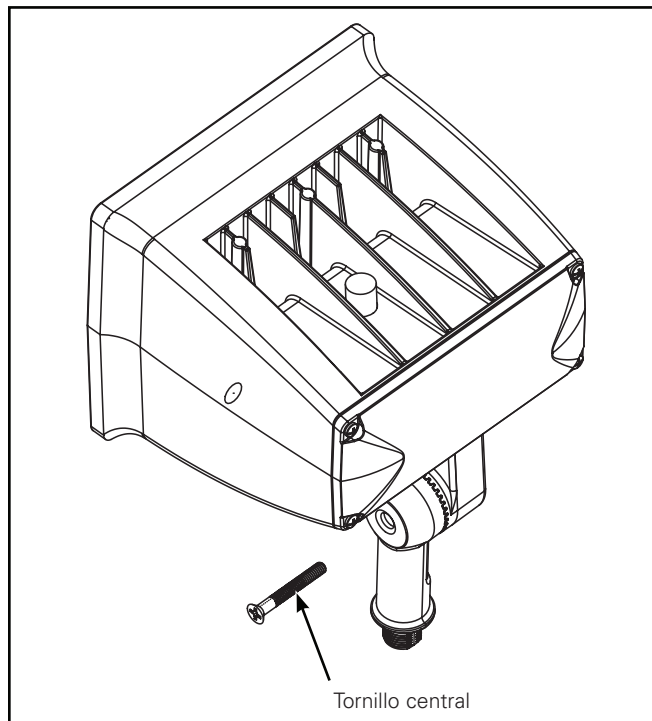

Figura 3.
**Montaje sobre codo (Figura 3.)**